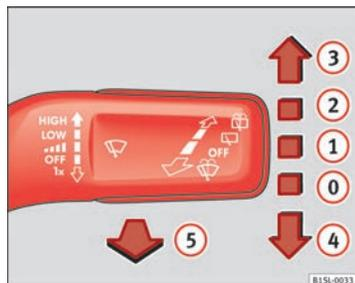

Fig. 60 Manejo del limpiaparabrisas.
- Presione la palanca del limpiaparabrisas brevemente hacia abajo ⇒ fig. 60 (4).